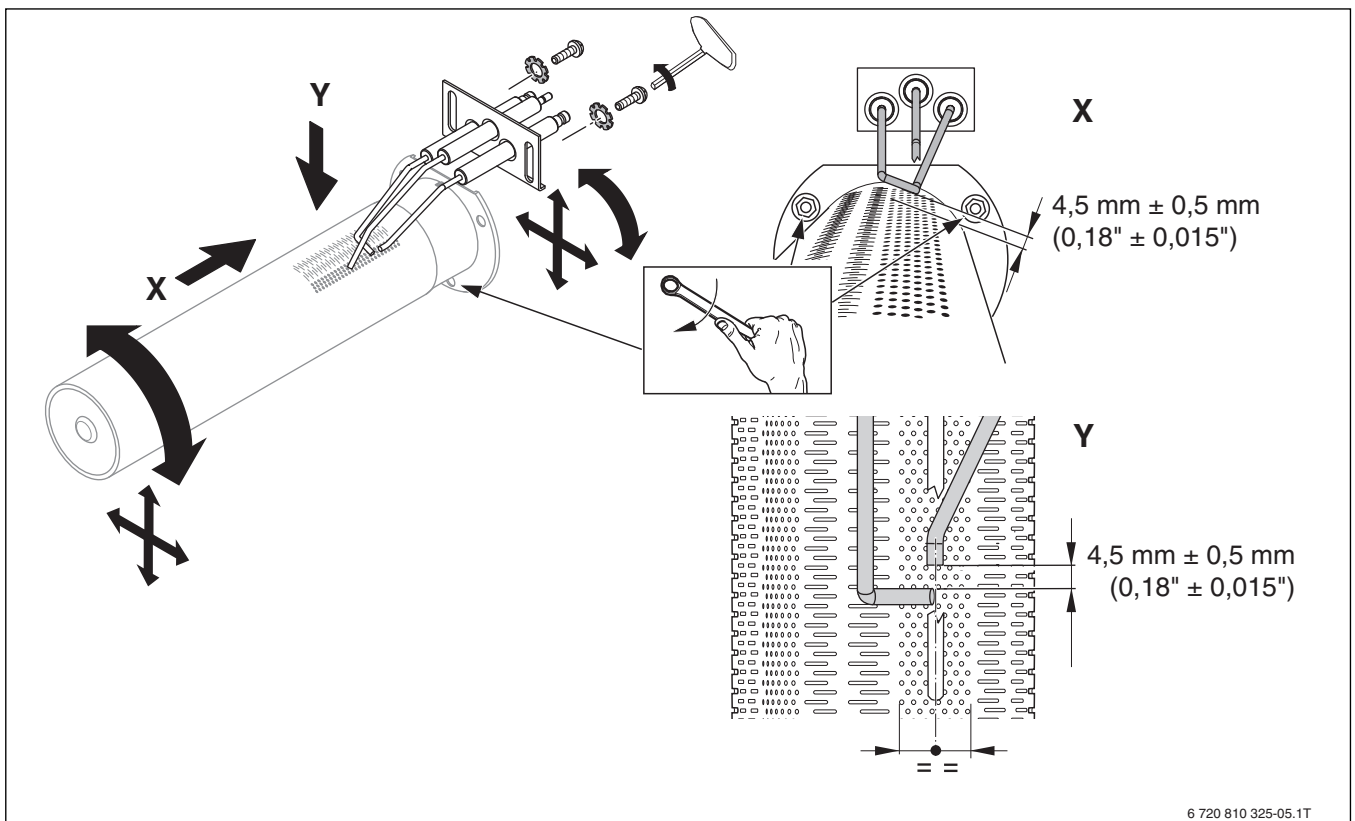

Рис. 65 Регулировка положения электродов (обзор)
- Измерьте расстояния от электродов до стержня горелки согласно → рис. 65 и при необходимости отрегулируйте их, смещая электрод в продольных отверстиях.
- Отрегулируйте стержень горелки так, чтобы положение электродов соответствовало → рис. 65. Электроды располагаются по центру перфорированного листа.
Отрегулируйте электроды в соответствии с рис. 65 на стр. 43.
- ▶ Проверяйте расстояние между запальными электродами по → рис. 65 (возможно обгорание). Изгиб электродов не допускается.